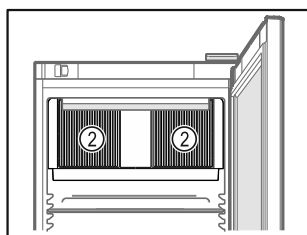

Fig. 54
- ❑ Hoidke ringlusõhupuhuri ventilatsioonipilud Fig. 54 (2) siseruumis vabad.